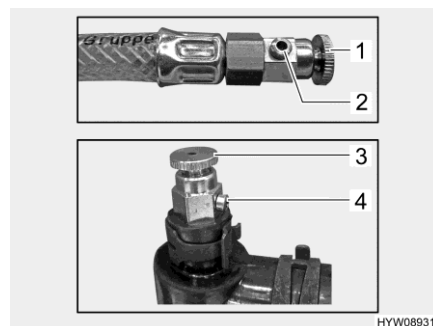

Fig. 194 Valvole di sfiato (riscaldamento ad acqua calda)
- Aprire la valvola di sfiato (Fig. 194,1 o 3) e lasciarla aperta finché non esce più aria dall'apertura della valvola (Fig. 194,2 o 4).